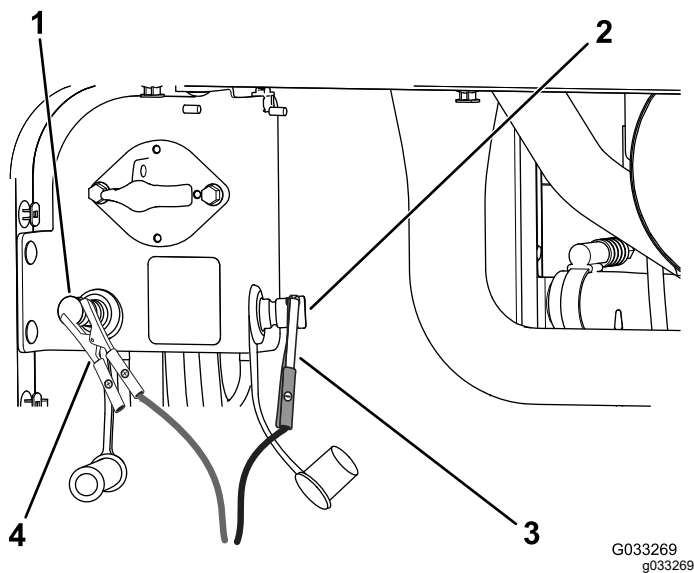

Bild 110
am positiven Starthilfepol an (Bild 110).
- Schließen Sie das Minuskabel des Akkuladegeräts am negativen Starthilfepol des Akkus an (Bild 110).
- Wenn die Batterie ganz aufgeladen ist, ziehen Sie den Stecker des Ladegeräts aus der Stromquelle. Klemmen Sie dann die Klemmen des Ladegeräts von den Batteriepole ab (Bild 110).